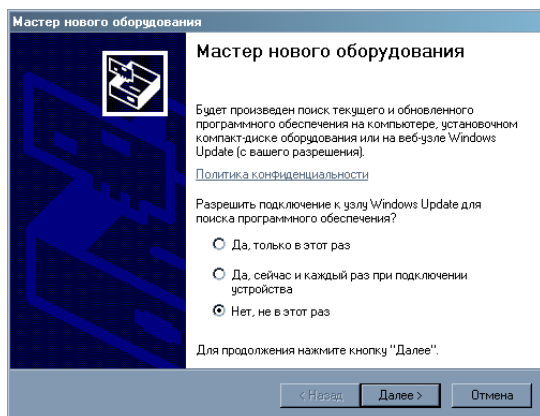

Рисунок 1
4.1.3. Операционная система найдет новое оборудование, запустит «Мастер нового оборудования» и попросит указать вариант поиска драйверов в появившемся окне (рисунок 1) следует выбрать «Нет, не в этот раз» и нажать кнопку «Далее».